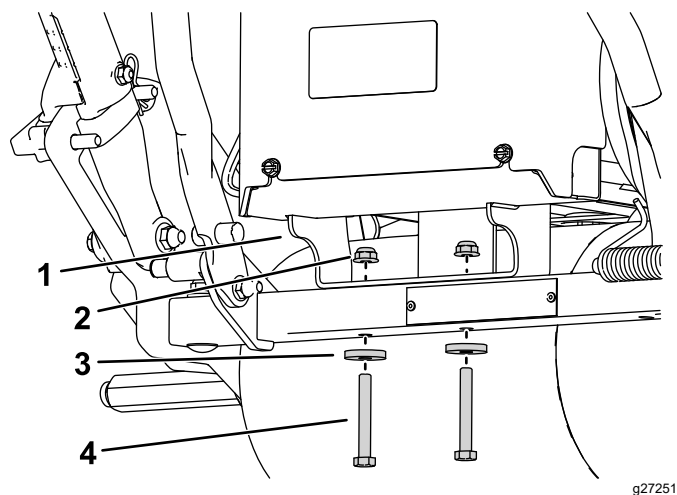

Figure 5
5. Retirez les 2 écrous, rondelles et boulons qui fixent le support du centre d'alimentation à l'arrière de la machine, et déposez le centre (Figure 5).